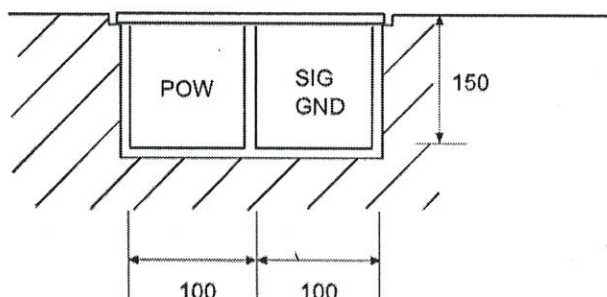
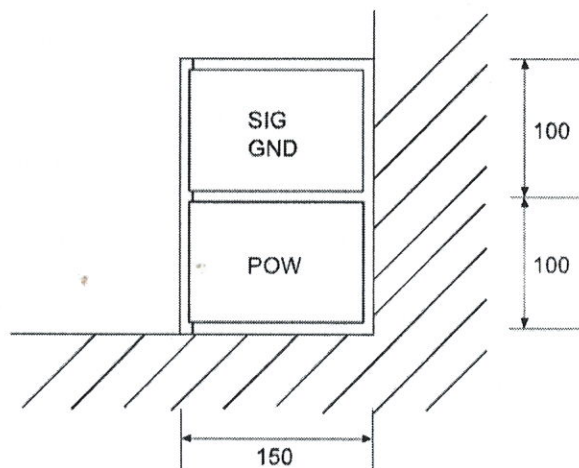

Рис. 5.2
Рис. 5.3
2) Для того чтобы предохранить систему от наводок и поврежденной, кабельные каналы изготавливаются согласно рисункам Рис.5.2 и Рис.5.3. и каждая группа должна быть отделена экранирующей заземленной перегородкой.